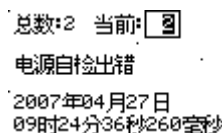

图 5-7 装置告警记录示例
② 保护告警：包括所有的保护告警信息。
③ 装置告警：包括所有的装置故障告警信息。示例如图 5-7 所示界面。